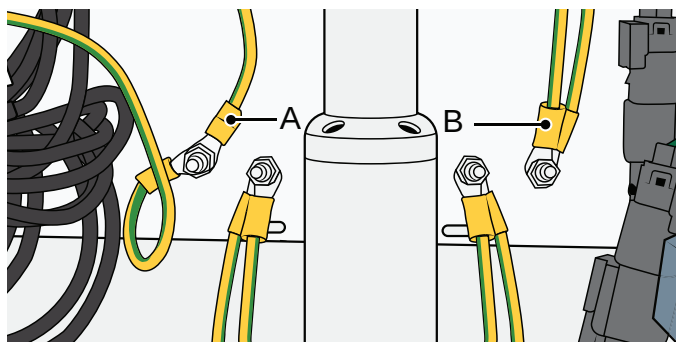

Figure 47
29. Débranchez le câble de terre du capteur inférieur (A) et le câble de terre du bec de remplissage (B). Voir. Figure 47